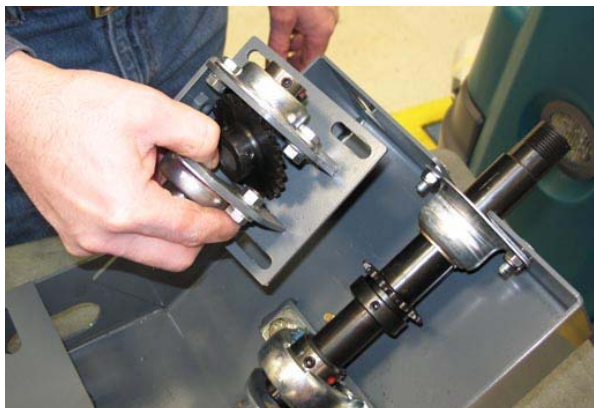

FIG. 38
35. Déposez la plaque de support soudée/les paliers à bride et le pignon de direction. Ne démontez pas les paliers à bride de la plaque de support soudée. (Figure 38)